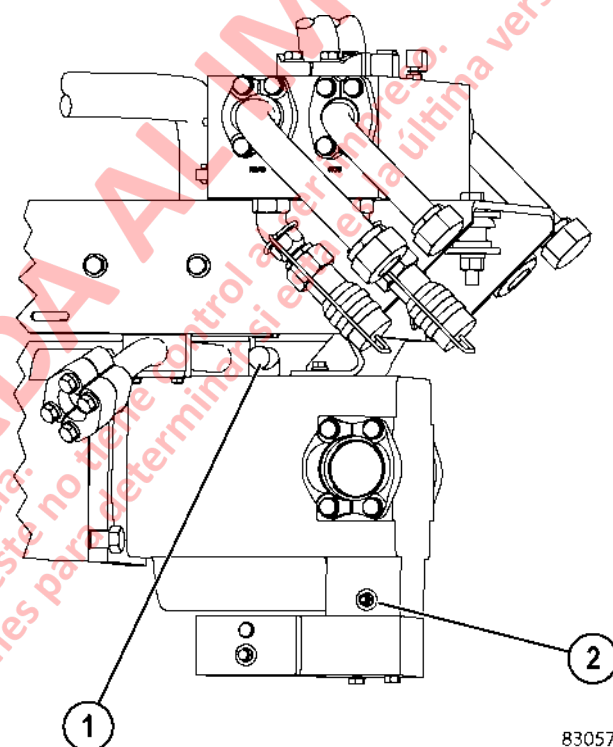

FIGURA 10-4. DESCONEXIONES RÁPIDAS DE BOMBA DE DIRECCIÓN & DEL SISTEMA DE IZAJE
- Puerto de prueba de presión "GPA" (2, figura 10-4) ubicado en la bomba de dirección-35 000 kPa (5,000 psi).
12. Caja de la bomba de dirección debe llenarse con aceite antes de la puesta en marcha para evitar daños a la bomba. Desconecte la manguera que se conecta a la conexión (1, figura 10-4). Luego retire el montaje (1). Llene la caja de la bomba de dirección con aceite de hidráulico limpio tipo C-4 a través del puerto de la caja de drenaje. Puede requerir hasta 2,9 litros (3 litros) de aceite. Vuelva a instalar el montaje (1) y vuelva a conectar la manguera.